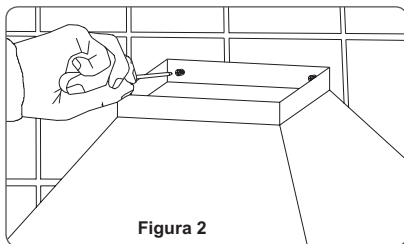

Figura 2
- 3 Fixe a parte superior do corpo da coifa com 2 parafusos (figura 2). Retire os filtros de alumínio e coloque os 2 parafusos que fixam a parte interna da coifa (A na figura 1).